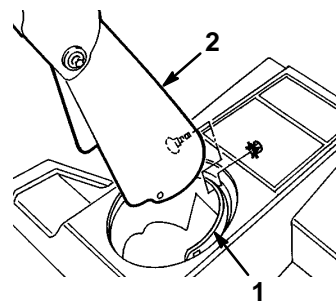

Figure 3
- Placer la poignée d'orientation sur la couronne d'éjecteur (Fig. 3).
- Tourner le trou arrière de l'éjecteur face au trou central de la couronne (Fig. 3).
- Insérer un boulon de carrossier dans les trous centraux, et le fixer à l'aide d'un écrou placé à l'extérieur (Fig. 3).